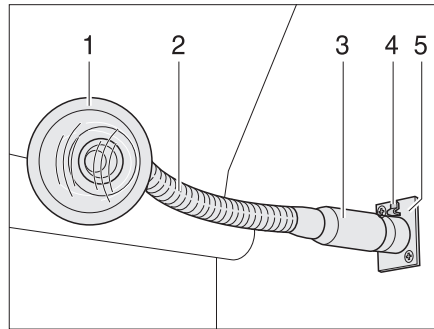

Fig. 107 Presa con faretto inserito
- Afferrare il faretto a innesto alla base (Fig. 107,3).
- Premere il bottone di sbloccaggio (Fig. 107,4).
- Togliere il faretto a innesto (Fig. 107,1) dalla presa (Fig. 107,5).
- Afferrare il faretto a innesto al "collo di cigno" (Fig. 107,2) (se disponibile) o sull'involucro e orientarlo.